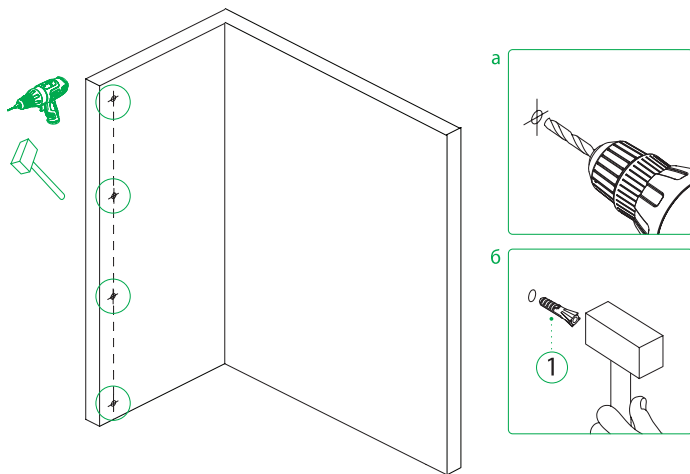

Рис. 6/6-сур.
3. Просверлите отверстия (рис. 6-а), вставьте дюбели (рис. 6-б).